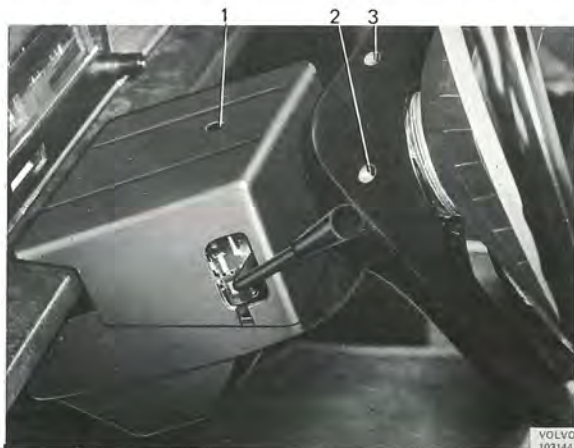

Bild 51. Rattdetaljer, tid. utf.
1. Skruva ur fästskraven (1 bild 51) för övre delen av körvisarhuset och lyft bort denna.
ringen så att hålen kommer mitt för fästskraven. Montera skruvarna (2 och 3 bild 51). Kontrollera signalringens funktion.